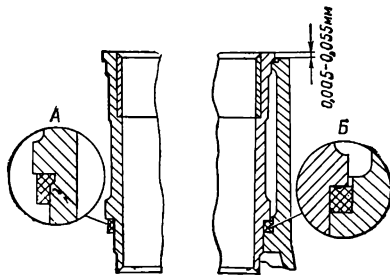

Рис. 14. Установка гильзы в цилиндр:
• Блок цилиндров двигателя из алюминиевого сплава. Цилиндры выполнены в виде съемных мокрых гильз, отлитых из серого чугуна. Уплотнение верхней части гильзы осуществляется зажимом бурта гильзы между блоком и головкой блока через прокладку, а нижней части — через резиновое кольцо из маслбензостойкой резины (рис. 14).